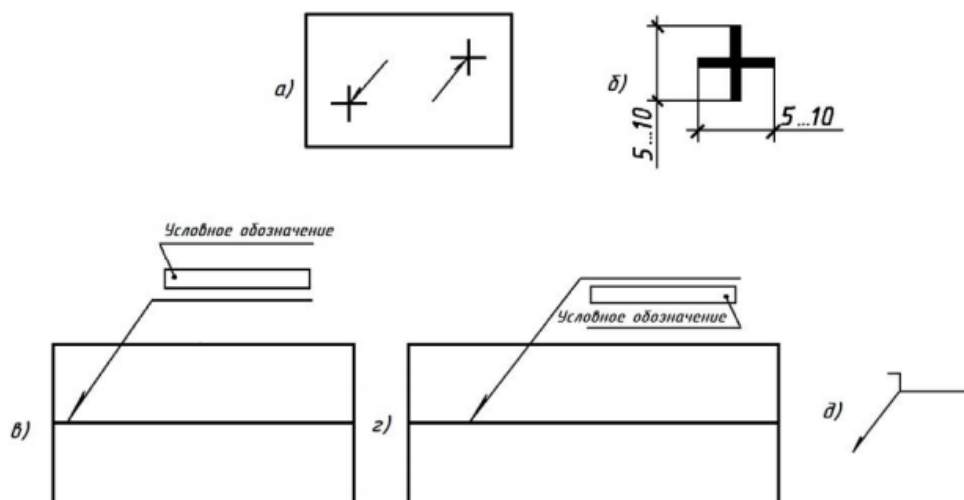

Рис.100. Графическое обозначение сварных швов:
- видимый – сплошной основной линией, рис.100;
- невидимый – штриховой линией, рис. 100.
- под полкой линии-выноски, проведенной от изображения шва с оборотной стороны (рис. 100б). При этом предпочтительно линию-выноску проводить от изображения видимого шва.
Линия-выноска, проведенная от изображения шва или одиночной сварной точки, всегда заканчивается односторонней стрелкой (рис. 100).